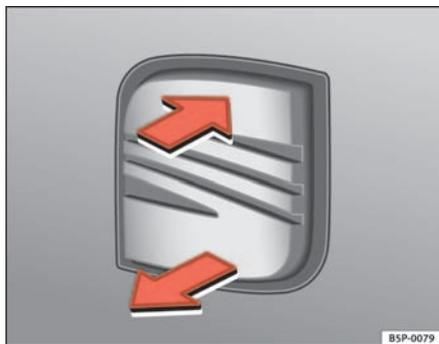

Abb. 67 Heckklappe:
- Ziehen Sie am Griff und heben Sie die Heckklappe an ⇒ **Abb. 67**. Die Heckklappe öffnet sich selbstständig.